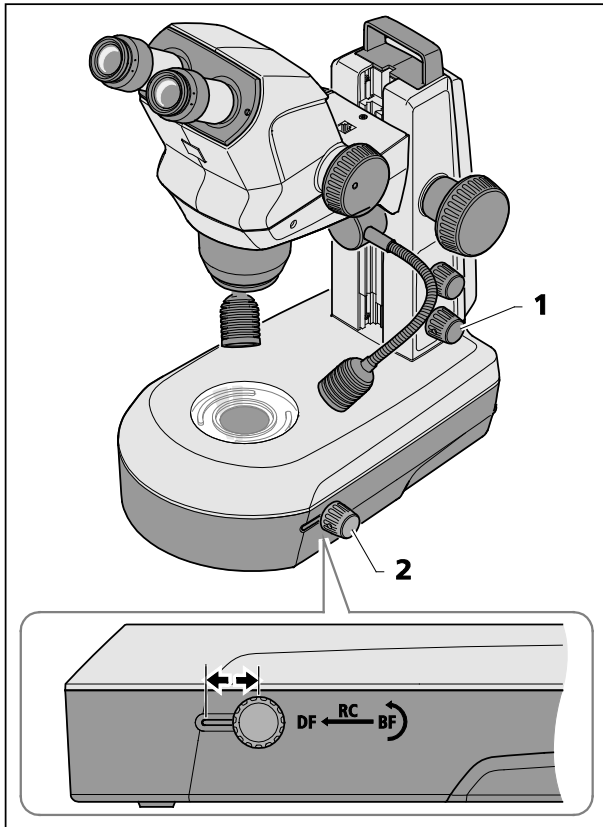

Fig. 20 Unità di luce trasmessa nello stativo K LAB
- Accendere la luce trasmessa, premendo la manopola inferiore (Fig. 20/1).
- Regolare il campo chiaro o luminoso (BF), spostando la manopola-cursore (Fig. 20/2) alla posizione posteriore.
- Intercalare lo specchio chiaro o diffuso, ossia, regolare il suo angolo d'inclinazione, ruotando la manopola-cursore (Fig. 20/2).
- Si passa all'illuminazione in campo oscuro (DF), spostando la manopola-cursore (Fig. 20/2) alla posizione anteriore.
Spostando la manopola-cursore (Fig. 20/2) a una posizione centrale e inclinando lo specchio, sono prodotti effetti di luce obliqua (RC).